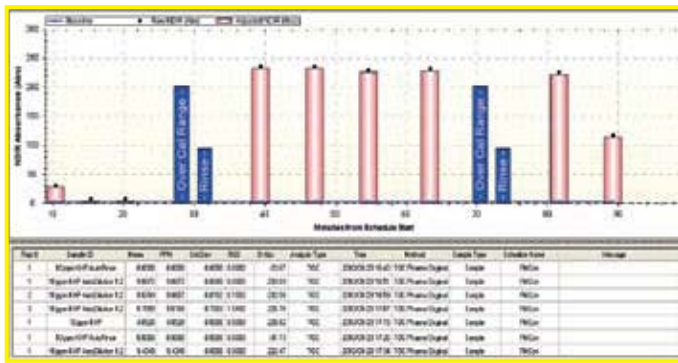

Figura 6
- La ABS para el lavado es inferior al valor seleccionado por el usuario. Por ello el análisis con dilución inteligente continua [Figura 6].
- La primera replica de una muestra con 50ppm C genera una absorbancia fuera de rango de 98.6190 [Figura 6]. Dado que la dilución 1:3 entra en el criterio rango 90% a 50% , el software TekLinkTM continua y utiliza este factor de dilución. El resultado final tiene mejor precisión y exactitud que la muestra original no diluida.